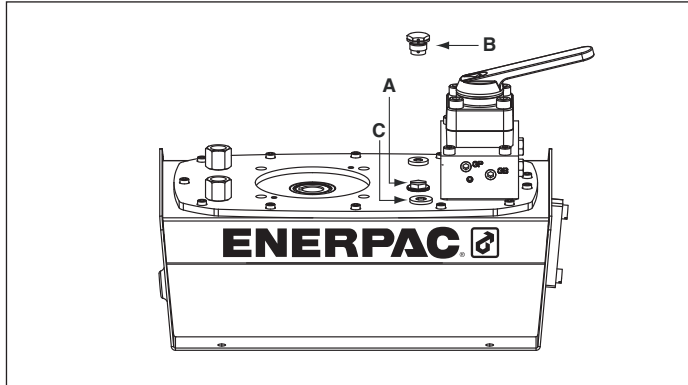
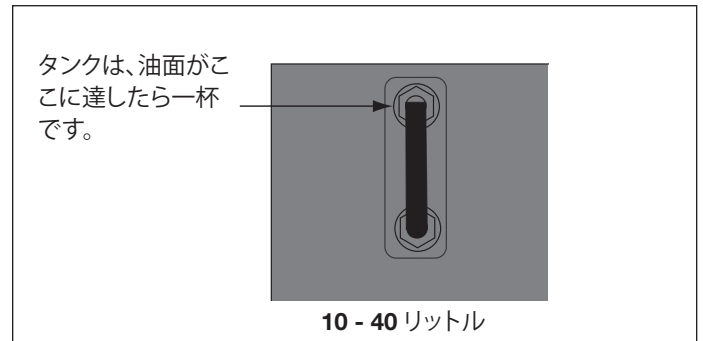

図2、ZGブリーザの取り付け
図4
4.1 タンクのブリーザキャップ (図2を参照)
始動前にオイルレベルを確認し、必要であればカバープレートからSAE #10プラグを外してオイルを追加します (図2参照)。オイルレベルがガラスボルトの覗き穴の一番上に達したら一杯です。(図4)
始動前にポンプのオイルレベルを確認し、必要であればポートキャップを外してオイルを追加します。オイルタンクにオイルを追加する前に、シリンダが完全に後退していることを常に確認してください。図2を参照
6. オイルタンクに新しいEnerpac油圧油を注入します。タンクは、オイルレベルが覗き穴の中央に達したら一杯です(図4参照)